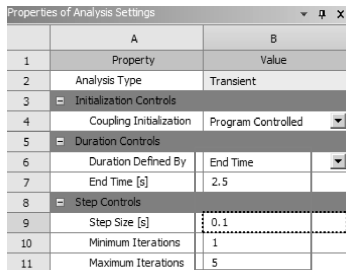

图 11-179 设置耦合持续时间与时步控制
(3) 单击【Analysis Settings】→【Properties of Analysis Settings】→【End Time [s]】= 2.5，【Step Size [s]】= 0.1，如图 11-179 所示，其他默认。